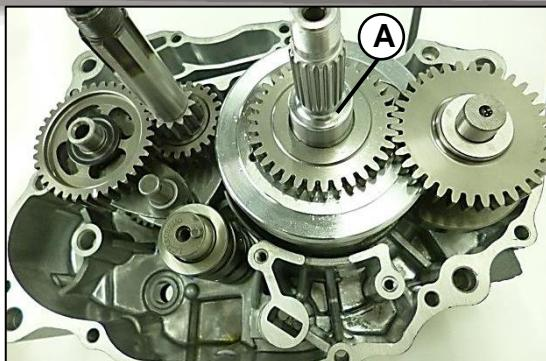

Fig. 05
Remueva el cigüeñal (A) de la carcasa izquierda del motor **Fig. 05**